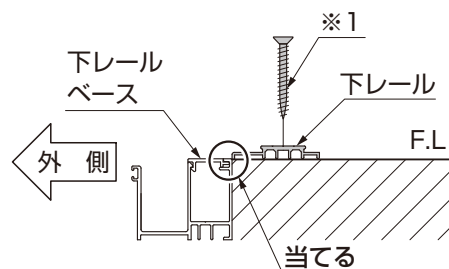

図7-7
- ①正面側、側面側の下レールの室外側をパネルの下レールベースにそれぞれ当てるように固定してください。(図7-7参照)